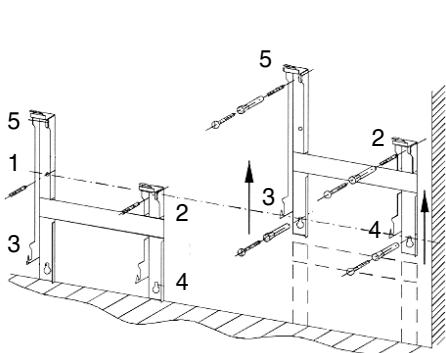

Рис. 3
- Выполните разметку отверстий 1 и 2, находящихся в верхней части монтажного шаблона и соответствующих положению нижних крепежных деталей оборудования (смотри рисунок 3).